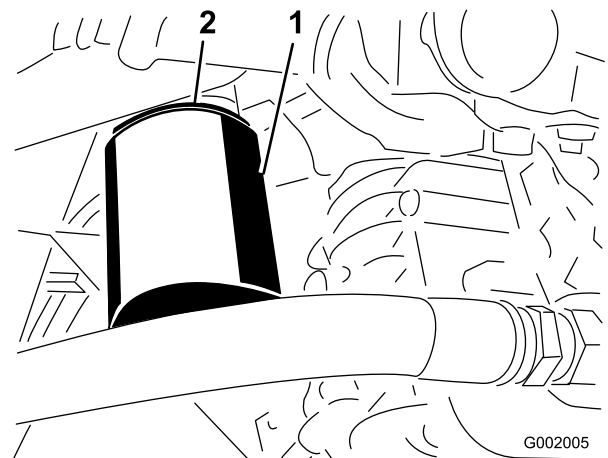

Figure 66
- Retirez le filtre (Figure 66).